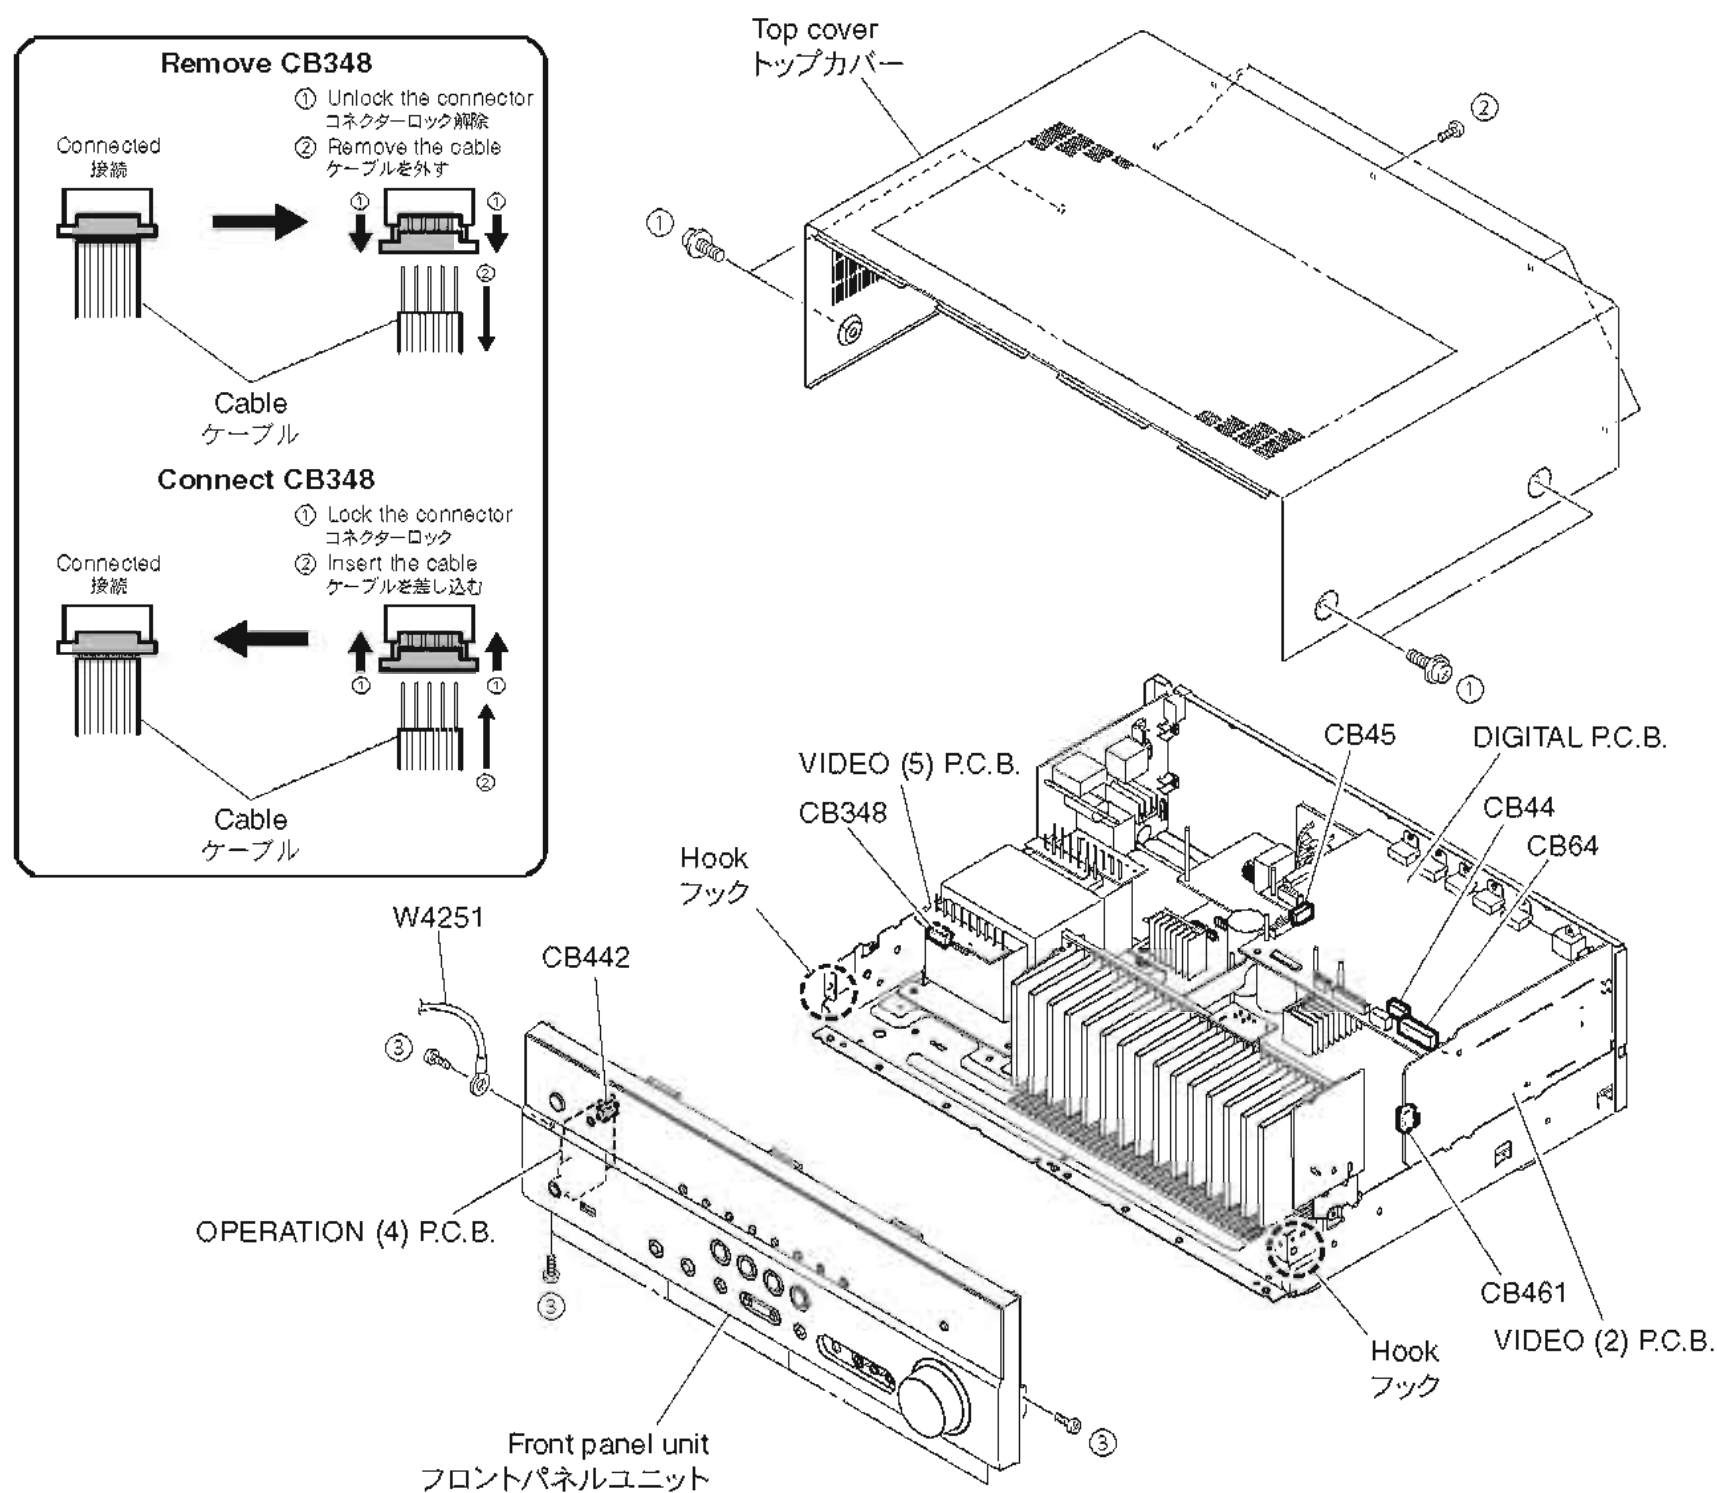

Fig. 1
- Remove 4 screws (①) and 5 screws (②). (Fig. 1)
- Lift the rear of the top cover to remove it. (Fig. 1)
- ① のネジ 4 本、② のネジ 5 本を外します。(Fig. 1)
- トップカバーの後部を持ち上げ、外します。(Fig. 1)
- Remove 7 screws (③), and remove W4251. (Fig. 1)
- Remove CB44, CB45, CB64, CB442 and CB461. (Fig. 1)
- Unlock and remove CB348. (Fig. 1)
- Release 2 hooks on both ends and remove the front panel unit. (Fig. 1)
- ③ のネジ 7 本を外し、W4251 を外します。(Fig. 1)
- CB44、CB45、CB64、CB442、CB461 を外します。(Fig. 1)
- ロックを外し、CB348 を外します。(Fig. 1)
- フック 2 箇所を外し、フロントパネルユニットを外します。(Fig. 1)